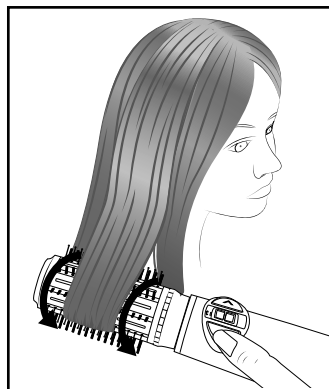

Fig. 1
- 1) Asciugarsi i capelli con un asciugamano e spazzolarli bene. Usare il beccuccio per la messa in piega ⑩ o la spazzola piatta ⑪ finché i capelli non sono quasi asciutti. Eventualmente separare i capelli in più sezioni e isolare singole ciocche.
① Nota
- Acconciare i capelli con la spazzola rotonda ⑧/⑨ solo quando sono quasi asciutti. Assicurarsi che i capelli non formino piccoli nodi, poiché potrebbero fare impigliare i capelli tra le setole, soprattutto nel caso dei capelli lunghi.
- 2) Scegliere la spazzola rotonda ⑧/⑨ desiderata e montarla sull'apparecchio.
- 5) Mantenere premuto il tasto di rotazione ② >/⑦ < in modo che la spazzola rotonda ⑧/⑨ cominci a girare. Applicare la spazzola rotonda ⑧/⑨ in corrispondenza delle punte dei capelli distribuendo la ciocca per la lunghezza della spazzola rotonda ⑧/⑨ (vedere la fig. 1). La ciocca si arrotola con il movimento di rotazione. Rilasciare il tasto di rotazione ② >/⑦ < prima di raggiungere l'attaccatura dei capelli. La spazzola smette di girare.